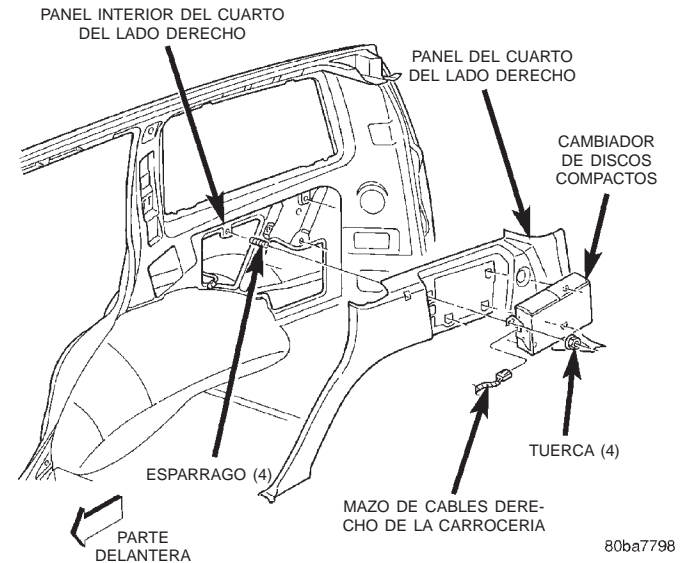

Fig. 6 Desmontaje e instalación del cambiador de discos compactos
(5) Retire el anaquele del cambiador de discos compactos del panel del cuarto del lado derecho.
(6) Desconecte el conector del mazo de cables derecho de la carrocería del receptáculo del conector en el extremo delantero del cambiador de discos compactos (Fig. 6).